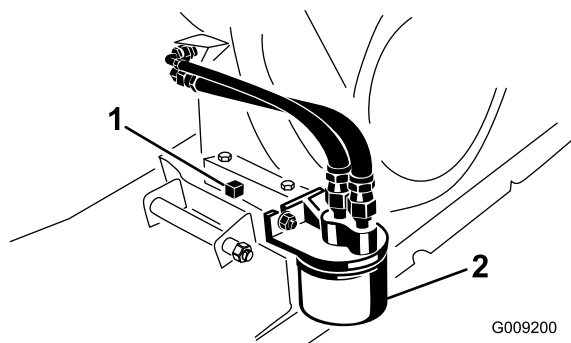

Figure 41
5. Placez un bac de vidange de 1,8 litre sous le bouchon de vidange (Figure 41).
6. Enlevez le bouchon de vidange et le joint (Figure 41).
2. Déposez le filtre à huile (Figure 41).
4. Vissez le filtre neuf sur l'adaptateur jusqu'à ce que le joint touche la plaque de montage, puis serrez-le de 1/2 à 3/4 de tour supplémentaire (Figure 41).